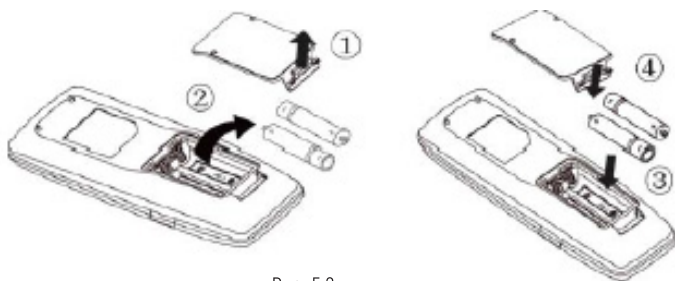

Рис. 5.2
- Для извлечения батареек при замене сдвиньте крышку пульта управления в направлении стрелки (см. рис. 5.2), извлеките отработавшие батарейки и установите новые. Установите крышку пульта на место.